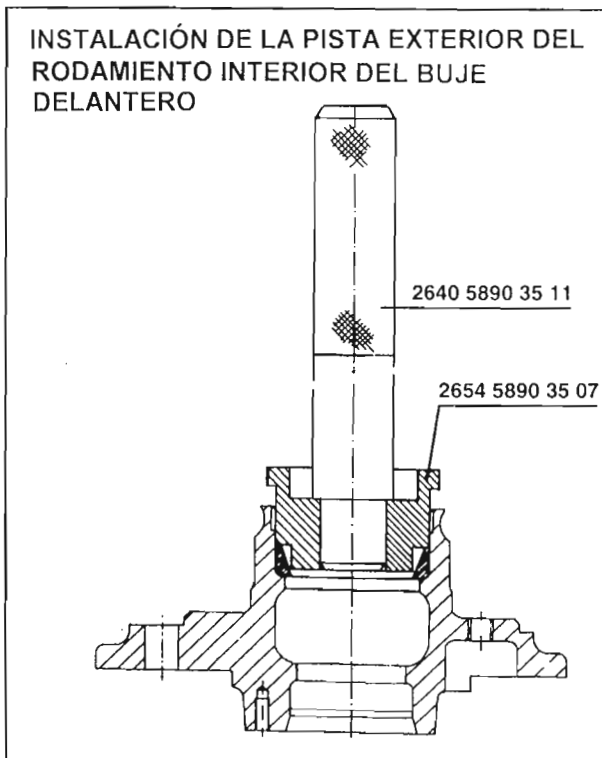

Fig. 4
- Antes de proceder al montaje del cubo asegúrese que todas las partes estén perfectamente limpias, especialmente los rodamientos. Aplique un poco de grasa en la pista exterior del rodamiento interior. Monte la pista en el cubo utilizando el impulsor 2654 5890 3507 con la maneta 2640 5890 3511 *Fig. 4*